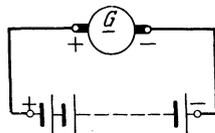

Abb. 5. Laden von Akkumulatoren zu Aufgabe 39.
39. Beim Laden der Akkumulatoren steigt die EMK einer Zelle zunächst auf 2,2 [2,23] V an, während der innere Widerstand (siehe Aufgabe 38) nahezu unverändert bleibt. Welche EMK muß die zum Laden benutzte Maschine *G* (Abb. 5) besitzen, wenn der Widerstand der Maschine und der Zuleitungsdrähte 0,1 [0,34] Ω beträgt und die Ladung mit 30 [65] A Strom vor sich gehen soll?